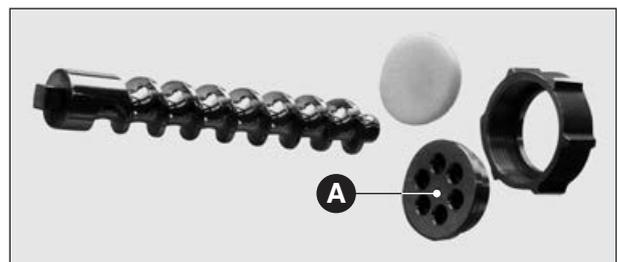

Fig. 15
6.2 NETTOYAGE DU MALAXEUR, DE LA VIS DE SELECTION, DE LA DOUILLE ET DE LA FILIERE (Fig. 15)
Enlever les résidus de pâte en nettoyant les pièces sous un jet d'eau, et utiliser éventuellement une petite brosse humide ou une palette en plastique. Ces pièces peuvent lavées plus énergiquement dans un lave-vaisselle. Rincer le malaxeur puis l'essuyer, et de même pour la vis de sélection et la douille. Les remonter ensuite sur la machine. La filière (Fig. 15 **A**) doit être immergée dans un récipient rempli d'eau pendant tout le temps où elle reste inutilisée.